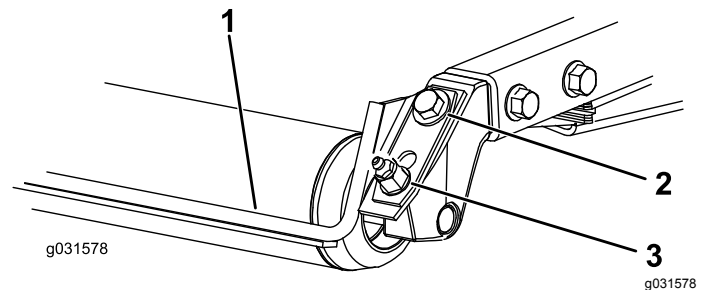

Bild 20
- Lösen Sie die Schmiernippel und Befestigungsschraube (Bild 20).